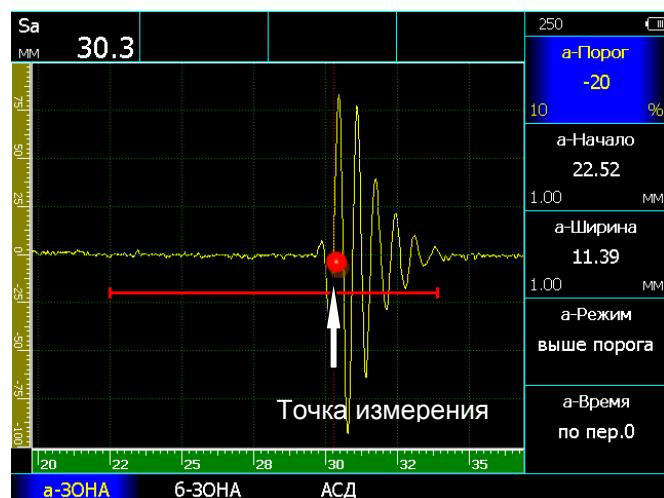

Рис. 3-5 Измерение времени прихода сигнала «по переходу через нуль»
- время пересечения первым сигналом превышающим порог зоны контроля «нулевой линии» координат, называемое измерение по переходу через нуль (режим - «по пер.0», рис.3.5).